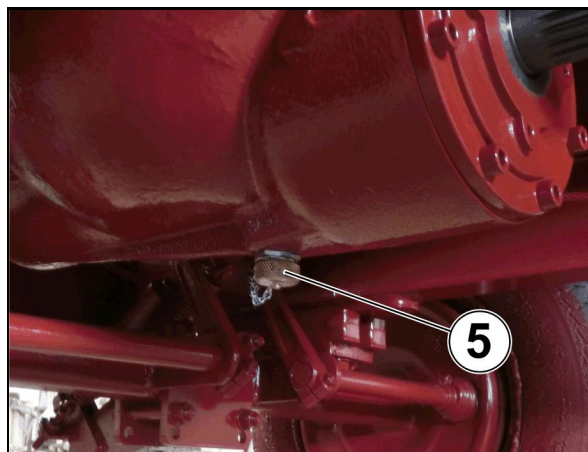
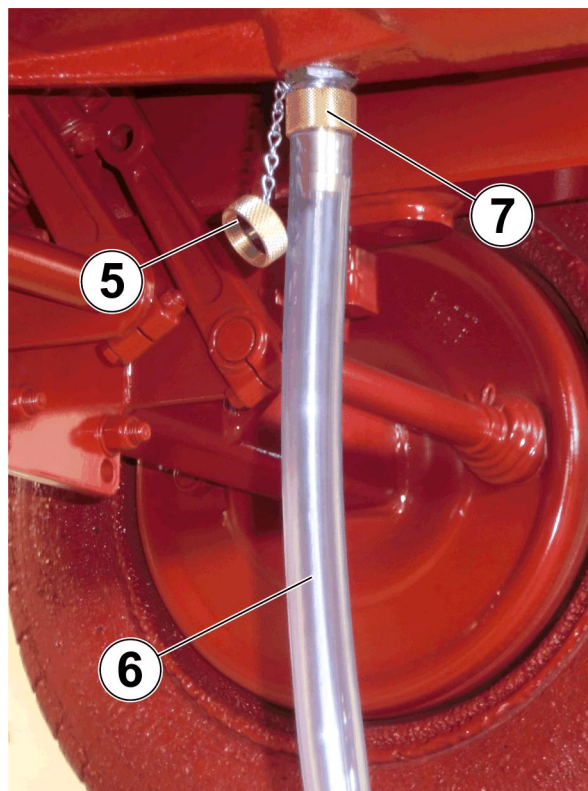

Fig. 108
Fig. 109
7. Placera tråget under blandarväckellådans avtappningsventil (Fig. 108/5).
8. Häng ner oljeavtappningsslangen (Fig. 109/6) i tråget.
9. Ta bort hättan (Fig. 108/5, Fig. 109/5) från avtappningsventilen.
10. Skruva på oljeavtappningsslangens (Fig. 109/7) ände på avtappningsventilen.
16. Skruva på hättan (Fig. 108/5, Fig. 109/5) på